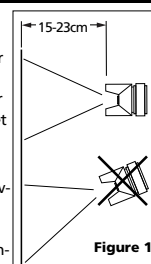

Figure 11
1. Commencer à pulvériser. Toujours garder le pistolet à angle droit par rapport à l'objet de travail (Voir Figure 11).